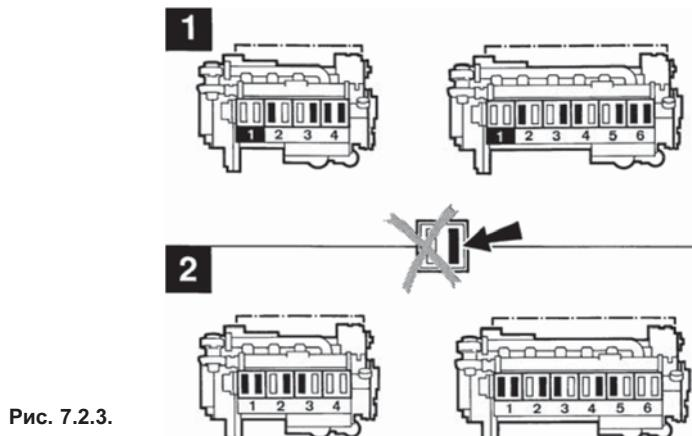

Рис. 7.2.3.
Поворачивайте коленчатый вал до перекрытия клапанов первого цилиндра (т. е. когда выпускной клапан будет почти закрыт, а впускной — почти открыт). Отрегулируйте зазор клапанов, отмеченных черным цветом на рис. 7.2.3 (1). Пометьте соответствующие коромысла мелом, чтобы было видно, где регулировка уже выполнена.
Поверните коленчатый вал еще на 360° . Отрегулируйте зазор клапанов, отмеченных черным цветом на рис. 7.2.3 (2). После регулировки затяните гайку коромысла, чтобы регулировочный винт не вращался.